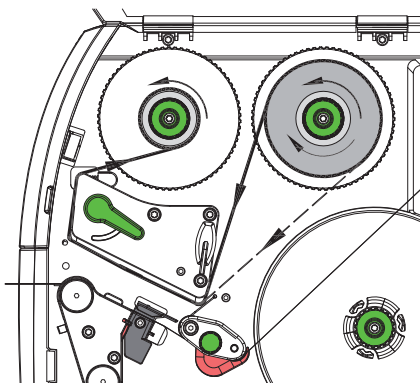

Bild 26 Transferfoliebana
5. Håll fast transferfolierullen (1) och vrid ratten på upplindaren (3) moturs tills transferfolierullen är fixerad.
6. Skjut på en lämplig transferfoliekärna (4) på transferfolieupplindaren (5) och fixera på samma sätt.
7. För transferfolien genom skrivarmekanismen så som visas på bild 26.
8. Fixera foliens början med en tejpbit på foliekärnan (4). Observera transferfolieupplindarens rotationsriktning moturs.
9. Vrid transferfolieupplindaren (5) moturs för att släta till foliebanan.
10. Vrid spaken (6) medurs för att låsa skrivarhuvudet.